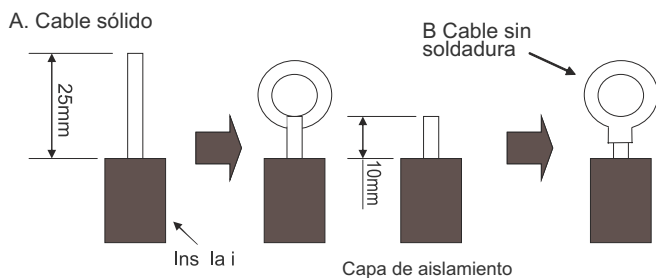

Fig.29
(1). Para cable de núcleo (Fig.29)
- (2). Consulte la Fig.29 para conexión cable.